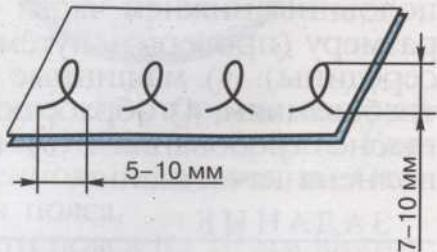

Рис. 31. Копировальная строчка
3. С помощью копировальных строчек (сilkов). Копировальные строчки выполняются прямыми стежками. Детали края складывают лицевыми сторонами внутрь, уравнивают срезы и по контурным линиям прокладывают прямые стежки. Каждый стежок не затягивают, а образуют петельки высотой 7–10 мм (рис. 31). Длина стежков 5–10 мм. Затем детали края раздвигают, нитки стежков натягиваются, и их разрезают между двумя деталями. Контур выкройки получается сразу на двух деталях края.